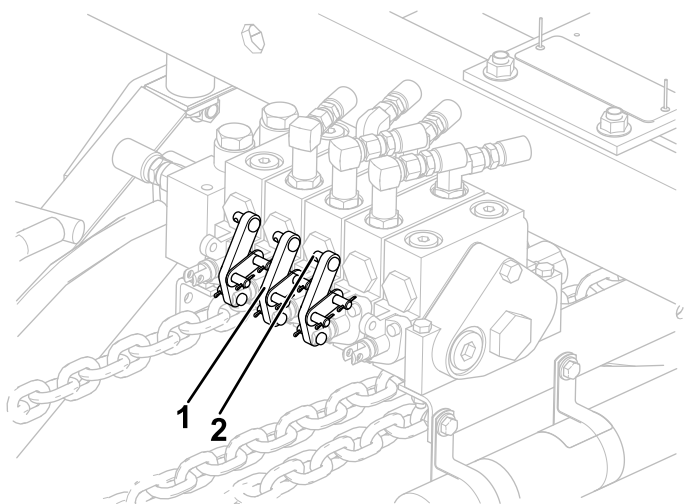
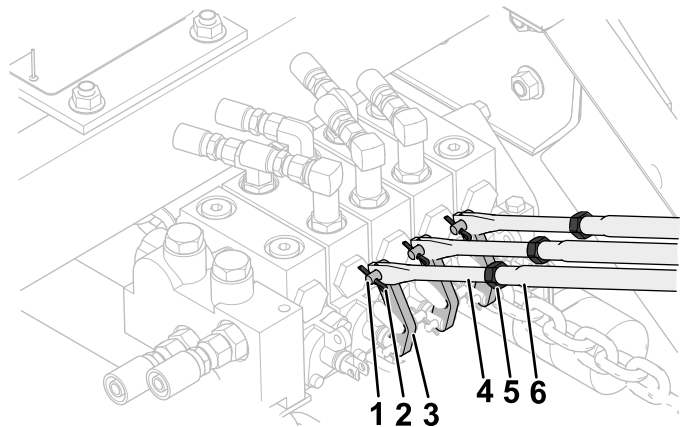

图 9
图 10
6. 朝阀门的方向转动杆或将其拉出以找到中间位置确保滑阀杆图 9位于空档中间位置。
8. 将六角螺母 7/16 英寸拧到每个下控制杆上 图 10。
10. 将下控制杆部分拧入上控制杆 图 10。
11. 将下控制杆 图 10 端部的孔与控制阀杆 图 9 中的安装销对齐。
13. 用开口销将控制杆固定到控制阀杆上 图 10。
15. 正确调整杆后拧紧下控制杆上的六角螺母 图 10。